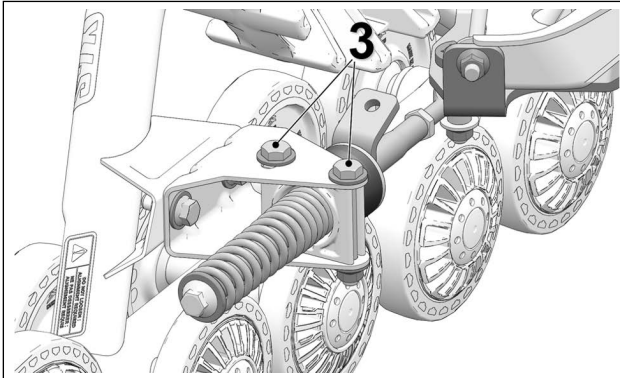

Figure 17
- Resserer les boulons (3) de l'ancrage antirotation à un couple 50 N•m [37 lb-pi]. Voir la Figure 17.